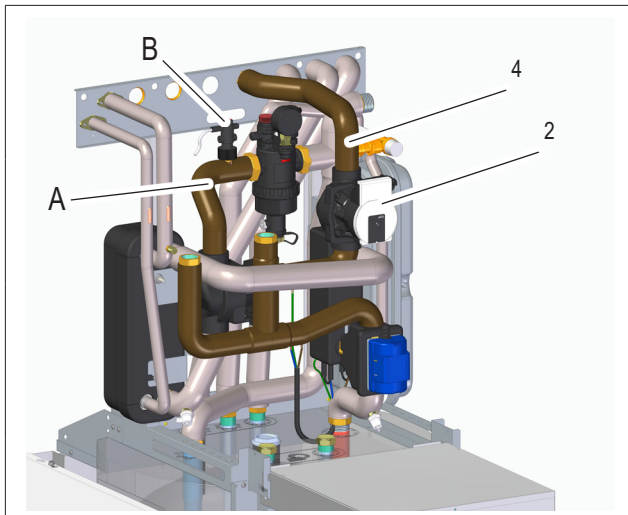

fig. 4
**ITALIANO** - Montare il circolatore zona miscelata P\_c (ID=2 Tab. 1 / fig. 4) con il suo guscio isolante (ID=3 Tab. 1) e la tubazione (ID=4 Tab. 1 / fig. 4) fissandolo alla staffa posteriore attacchi idraulici mediante apposita ghiera (ID=13 Tab. 1). Rimuovere temporaneamente la tubazione evidenziata (part.A fig. 4) previo smontaggio flussostato acqua (part.B fig. 4).
**ENGLISH** - Mount the mixed zone pump P\_c (ID = 2 Tab. 1 / fig. 4) with its insulating shell (ID = 3 Tab. 1) and the pipe (ID = 4 Tab. 1 / fig. 4) fixing it to the rear bracket for hydraulic connections by means of a locking ring (ID = 13 Tab. 1). Temporarily remove the highlighted pipe (part.A fig. 4) after disassembling the water flow switch (part B fig. 4).
**ESPAÑOL** - Monte el circulador de zona mezclada P\_c (ID=2 Tab. 1 / fig. 4) con su carcasa aislante (ID=3 Tab. 1) y la tubería (ID=4 Tab. 1 / fig. 4) fijándola al estribo posterior de los empalmes hidráulicos mediante la virola correspondiente (ID=13 Tab. 1). Remueva temporalmente la tubería evidenciada (part.A fig. 4) previo desmontaje del medidor de flujo de agua (part.B fig. 4).
**PORTUGUÊS** Monte o circulador da zona misturada P\_c (ID=2 Tab. 1 / fig. 4) com seu invólucro isolante (ID=3 Tab. 1) e a tubagem (ID=4 Tab. 1 / fig. 4), fixando-o à braçadeira posterior dos engates hidráulicos por meio do casquilho correspondente (ID=13 Tab. 1). Remova temporariamente a tubagem em destaque (det. A fig. 4) após desmontar o fluxostato de água (det. B fig. 4).
**FRANÇAIS** Monter le circulateur zone mélangée P\_c (ID=2 Tab. 1 / fig. 4) avec son boîtier d'isolation (ID=3 Tab. 1) et le tuyau (ID=4 Tab. 1 / fig. 4) en le fixant au support arrière des raccords hydrauliques par l'intermédiaire de la bague dédiée (ID=13 Tab. 1). Retirer temporairement le tuyau signalé (réf.A fig. 4) après avoir démonté le débitmètre d'eau (réf.B fig. 4).
**БЪЛГАРСКИ** Монтирайте циркулатора на смесена зона P\_c (ID=2 Tab. 1 / fig. 4) с неговата изолираща обвивка (ID=3 Tab. 1) и тръбата (ID=4 Tab. 1 / fig. 4) като я закрепите към задната конзола с хидравлични теглително - прикачни устройства с помощта на специална гайка (ID=13 Tab. 1). Временно отстранете маркираната тръба (част.A fig. 4) след разглобяване на уреда за измерване на водния поток (част.B fig. 4).
**POLSKI** Zamontować pompę obiegową strefy mieszania P\_c (ID=2 Tab. 1 / rys. 4) wraz z obudową izolacyjną (ID=3 Tab. 1) i przewód (ID=4 Tab. 1 / rys. 4), który należy zamocować do tylnego uchwytu złącz hydraulicznych za pomocą odpowiedniego pierścienia (ID=13 Tab. 1). Chwilowo usunąć przewód wskazany na rysunku (poz.A rys. 4) po wcześniejszym zdemontowaniu przełącznika przepływu wody (poz.B rys. 4).
**ROMÂNĂ** Montați pompa de circulație a zonei cu amestec P\_c (ID=2 Tab. 1 / fig. 4) cu mantaua sa de izolare (ID=3 Tab. 1) și conducta (ID=4 Tab. 1 / fig. 4), fixând-o pe cadrul posterior cu racorduri hidraulice cu ajutorul inelului special prevăzut (ID=13 Tab. 1). Scoateți provizoriu conducta evidențiată (det. A fig. 4), după ce mai întâi ați demontat debitmetrul de apă (det. B fig. 4).
**SHQIP** Montoni qarkulluesin e zonës së përzier P\_c (ID=2 Tab. 1 / fig. 4) me shtresën e vet izoluese (ID=3 Tab. 1) dhe tubon (ID=4 Tab. 1 / fig. 4) duke e fiksuar tek kapësja e prapme për kapjet hidraulike përmes kypit të posaçëm (ID=13 Tab. 1). Hiqni përkohësisht tubon e evidentuar (pjesa.A fig. 4) pasi të keni kryer çmontimin e gjendjes së fluksit të ujit (pjesa.B fig. 4).
<p style="text-align: center;">fig. 7</p>	<p>ITALIANO - Rimontare la tubazione precedentemente tolta (part.A fig. 4). Posizionare quindi nell'ordine indicato: tubazione (ID=10 Tab. 1 / fig. 7), valvola non ritorno (ID=8 Tab. 1 / fig. 7) e tubazione (ID=11 Tab. 1 / fig. 7) fissandola alla staffa posteriore attacchi idraulici mediante apposita ghiera (ID=13 Tab. 1).</p>
<p>ENGLISH - Refit the previously removed pipe (part A fig. 4). Then place in the order indicated: pipe (ID = 10 Tab. 1 / fig. 7), check valve (ID = 8 Tab. 1 / fig. 7) and pipe (ID = 11 Tab. 1 / fig. 7) fixing it to the rear hydraulic connection bracket by means of a locking ring (ID = 13 Tab. 1).</p>
<p>ESPAÑOL - Monte de nuevo la tubería precedentemente retirada (part.A fig. 4). Luego coloque en el orden indicado: tubería (ID=10 Tab. 1 / fig. 7), válvula de no retorno (ID=8 Tab. 1 / fig. 7) y tubería (ID=11 Tab. 1 / fig. 7) fijándola al estribo posterior de los empalmes hidráulicos mediante la virola correspondiente (ID=13 Tab. 1).</p>
<p>PORTUGUÊS - Remonte a tubagem anteriormente removida (det. A fig. 4). Em seguida, posicione, na ordem indicada: a tubagem (ID=10 Tab. 1 / fig. 7), a válvula de não-retorno (ID=8 Tab. 1 / fig. 7) e a tubagem (ID=11 Tab. 1 / fig. 7), fixando-a à braçadeira posterior dos engates hidráulicos por meio do casquilho correspondente (ID=13 Tab. 1).</p>
<p>FRANÇAIS Remonter le tuyau précédemment retiré (réf.A fig. 4). Positionner ensuite, dans l'ordre suivant : tuyau (ID=10 Tab. 1 / fig. 7), clapet anti-retour (ID=8 Tab. 1 / fig. 7) et tuyau (ID=11 Tab. 1 / fig. 7) en le fixant au support arrière des raccords hydrauliques par l'intermédiaire de la bague dédiée (ID=13 Tab. 1).</p>	<p>БЪЛГАРСКИ Монтирайте отново предварително отстранената тръба (част.А fig. 4). След това поставете в посочения ред: тръба (ID=10 Tab. 1 / fig. 7), възвратен клапан (ID=8 Tab. 1 / fig. 7) и тръба (ID= 11 / fig. 7) като я закрепите към задната скоба на хидравличните окачвания посредством специална гайка (ID=13 Tab. 1).</p>
<p>POLSKI Zamontować wcześniej usunięty przewód (poz.A rys. 4). Następnie zainstalować we wskazanej kolejności: przewód (ID=10 Tab. 1 / rys. 7), zawór zwrotny (ID=8 Tab. 1 / rys. 7) i przewód (ID=11 Tab. 1 / rys. 7) , który należy zamocować na tylnym uchwycie złącz hydraulicznych za pomocą odpowiedniego pierścienia (ID=13 Tab. 1).</p>	<p>ROMÂNĂ Montați la loc conducta demontată în prealabil (det. A fig. 4). Poziționați apoi în ordinea indicată: conducta (ID=10 Tab. 1 / fig. 7), vana antiretur (ID=8 Tab. 1 / fig. 7) și conducta (ID=11 Tab. 1 / fig. 7), fixând-o pe cadrul posterior cu racorduri hidraulice cu ajutorul inelului special prevăzut (ID=13 Tab. 1).</p>
<p>SHQIP Montoni përsëri tubon e hequr më parë (pjesa.A fig. 4). Poziciononi në rendin e treguar: tubacionet (ID=10 Tab. 1 / fig. 7), valvula e mos kthimit (ID=8 Tab. 1 / fig. 7) dhe tubacioni (ID=11 Tab. 1 / fig. 7) duke e fiksuar me kapësen e pasme me pikat hidraulike përmes kyçit të posaçëm (ID=13 Tab. 1).</p>	<p>SRPSKI Ponovo montirati prethodno uklonjenu cev (deo.A sl. 4). Zatim postaviti po navedenom redosledu: tubazione (ID=10 Tab. 1 / sl. 7), nepovratni ventil (ID=8 Tab. 1 / sl. 7) i cev (ID=11 Tab. 1 / sl. 7) pričvršćujući je za zadnji nosač hidrauličnih priključaka uz pomoć namenske prstenaste navlake (ID=13 Tab. 1).</p>